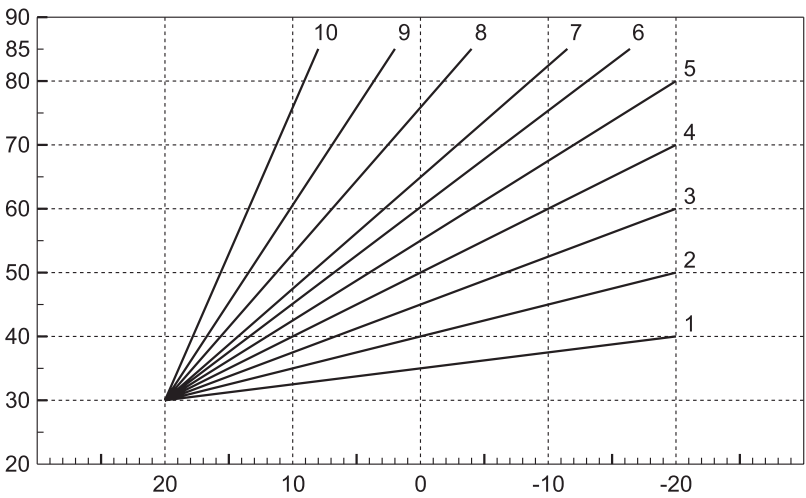

Рис. 24. Компенсационные кривые
- Curve:** выберите эту позицию и используйте кнопки «+» и «-» **отопления** для регулировки выбранной кривой от 1 до 10. При установке кривой на 0 функция плавающей температуры отключается (см. рис. 24).